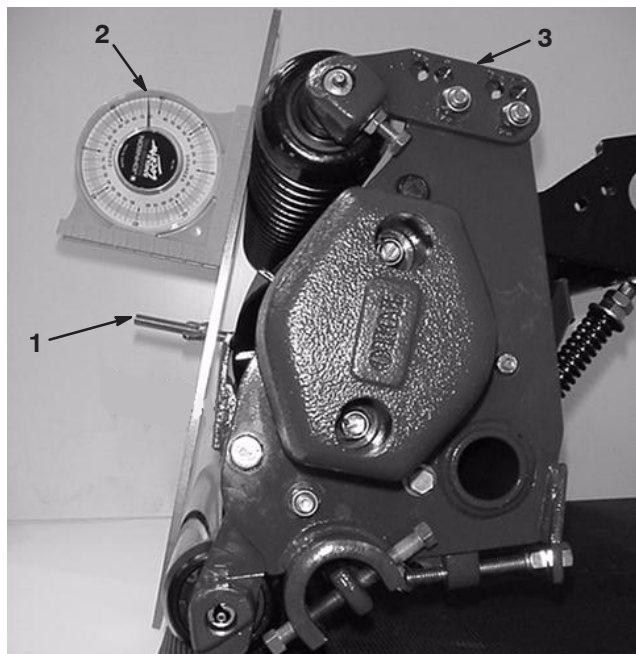

fig. 10
- Placera mätstången över den främre och bakre rullen. Huvudet på klipphöjdsskruven måste sitta tätt över underknivens egg, medan mätstången ska ha kontakt med rullarna (fig. 10).
- Placera en vinkelindikator på mätstången och mät mätstångens vinkel (fig. 10).
- Justera klippenhetens lutning genom att ändra rullens läge (A, B eller C) (fig. 10).